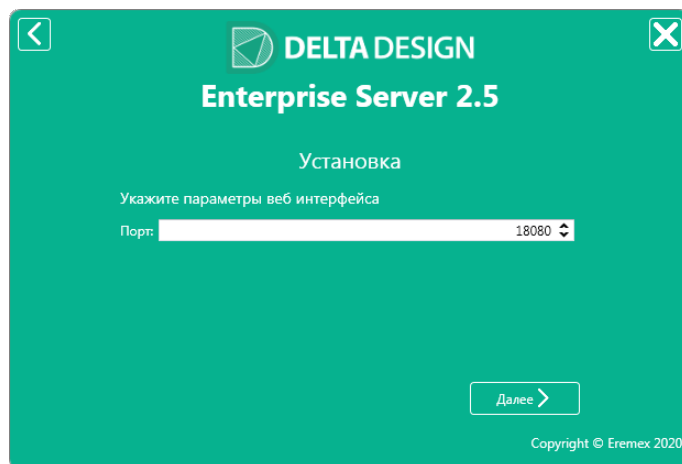

Рис. 5 Указание порта для Web-интерфейса
6. Укажите параметры для Web-интерфейса Службы администрирования сервера Enterprise Server, Рис. 5.